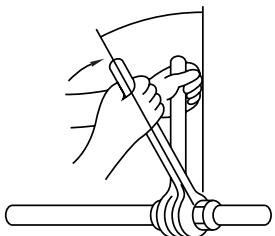

Fig. 5-10
- Breng een dun laagje koelolie aan op het verbindingsvlak van de leiding. (Fig. 5-10)